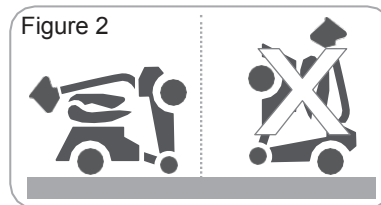

Figure 2
- Lors du pliage et du dépliage, vous devez placer et déposer le scooter sur un sol plat (figure 2).